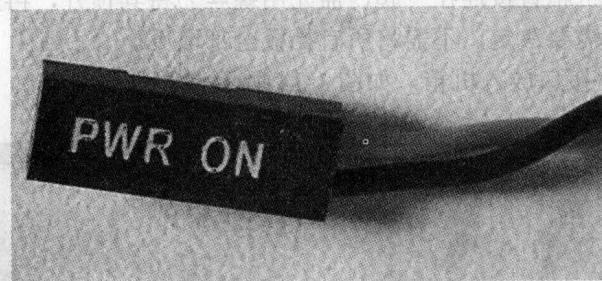

图 1-15 电源指示灯接线
① PC 喇叭的 4 芯插头，实际只有 1、4 两根线。1 线通常为红色，接在主板上标记为 Speaker 的插针上。在连接时，注意红线对应 1 的位置(注：有些主板将正极标为“1”，有些标为“+”，适情况而定)。
② Reset 接头连着机箱的 Reset 键，该接头必须连接到主板的 Reset 插针上。Reset 插针的作用是：当它们短路时，电脑就重新启动。Reset 键是一个开关，按下时产生短路，松开时恢复开路，瞬间的短路就使电脑重新启动。
③ ATX 结构的机箱上有一个 2 芯插头的总电源开关接线，它和 Reset 接头一样，按下时短路，松开时开路。按一下，电脑的总电源被接通，再按一下就关闭。另外，可以在 BIOS 里设置为开机时必须按电源开关 4 秒钟以上才会关机，或者不用按开关来关机，而只能靠软件关机。
④ 如图 1-15 所示的 3 芯插头是电源指示灯的接线，使用 1、3 位，1 线通常为绿色。在主板上，插针通常标记为 Power，连接时注意绿色线对应于第一针(+). 连接完毕后，电脑一开机，电源灯就会始终亮着，指示电源已经打开。